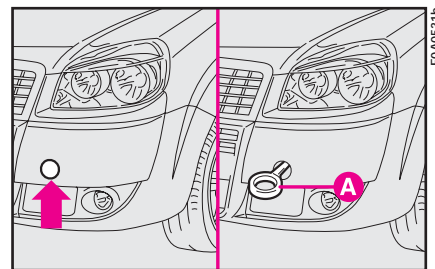

рис. 46
- 2) Надавив отверткой в месте, указанном стрелкой на **рис. 46**, извлеките заглушку из бампера.
- 3) Наверните проушину **A** на резьбовой штырь (**рис. 46**).